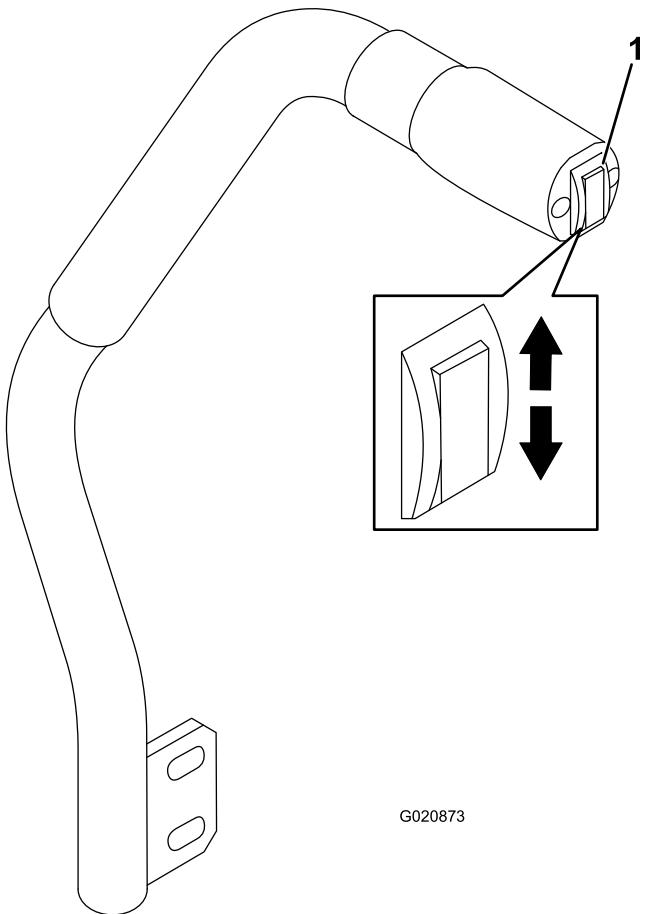

Figure 26
Cette commande permet de lever et d'abaisser l'unité de coupe (Figure 26). Ce levier est uniquement disponible lorsque le moteur est en marche.
- Pour abaisser l'unité de coupe, appuyez sur le bas de la commande (Figure 26).
- Pour lever le tablier de coupe, appuyez sur le haut de la commande (Figure 26).